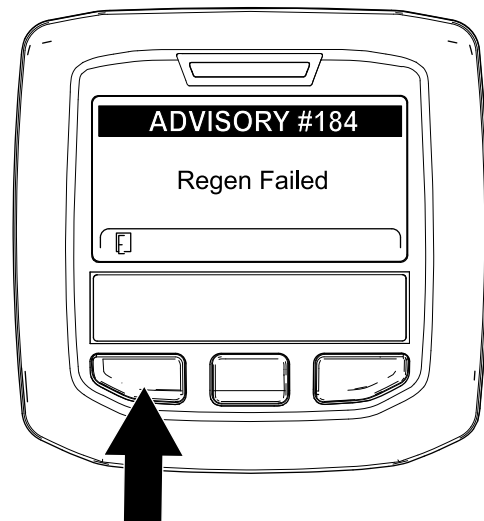

Figure 67
**Remarque:** Si la régénération échoue, l'InfoCenter affiche Advisory #184 (avis n° 184) (Figure 67). Appuyez sur le bouton gauche pour quitter l'écran d'accueil.